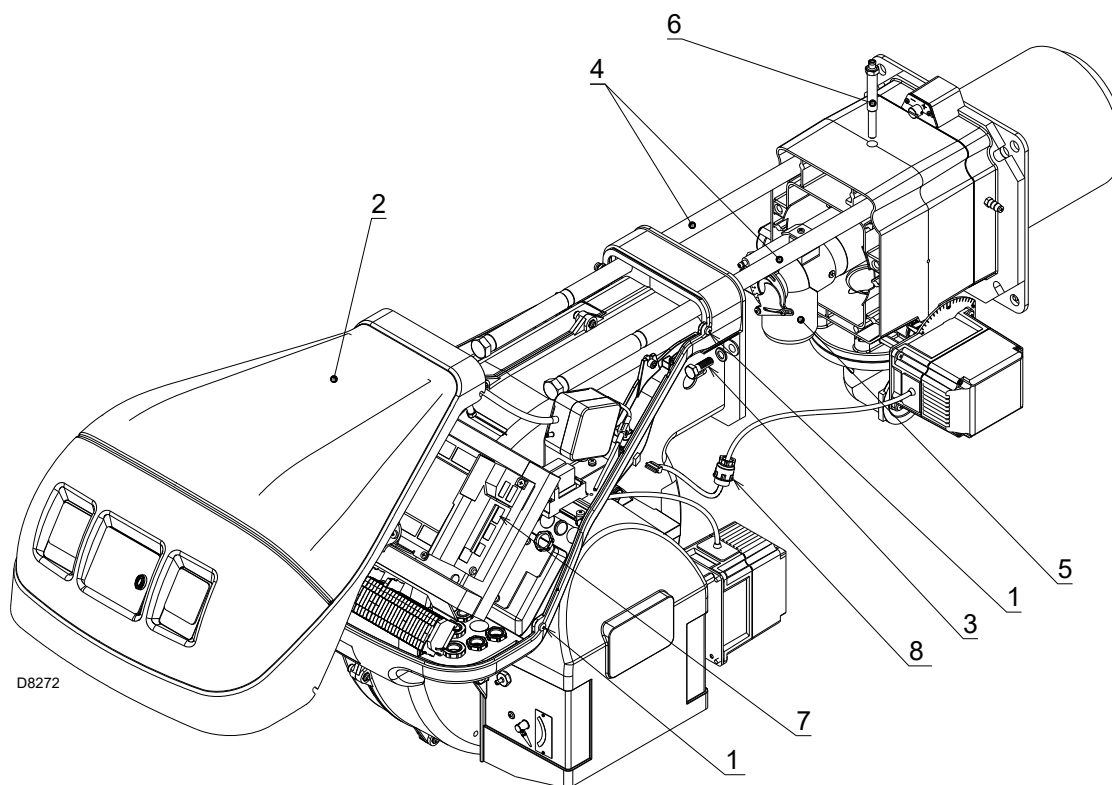

Fig. 37
- Allentare le 4 viti 1)(Fig. 37) e togliere il cofano 2).
- Connettere la spina del servomotore 7)(Fig. 37) ed avvitare il passacavo 8).